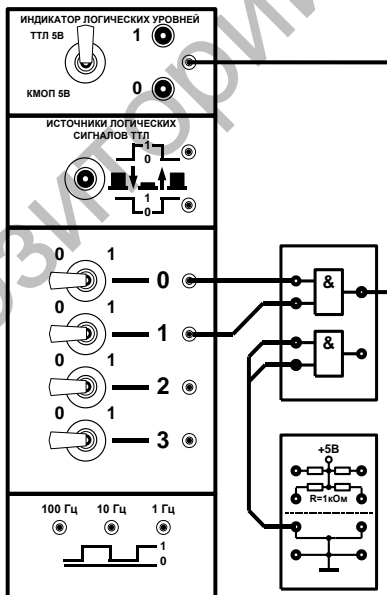

Рисунок 5.44
2.1 Соберите исследуемую логическую цепь, изображенную на рис. 5.44.
Входы второго неиспользуемого элемента подключают к одной из шин питания (на рис. 5.44 к общему проводу).